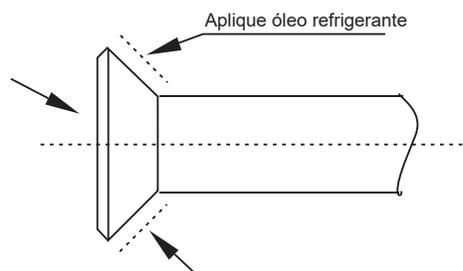

Figura 31
- Antes da tampa do flange ser instalada no flange do tubo, aplique um pouco de óleo refrigerante no flange (dentro e fora) e, em seguida, gire-o três ou quatro vezes antes de apertar a tampa. Consulte a Figura 31.